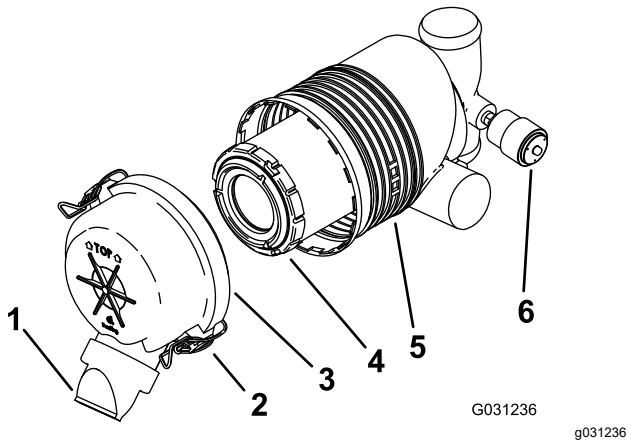

Figure 34
**Important:** Remplacez le filtre à air uniquement quand l'indicateur de colmatage est rouge (Figure 34). Changer le filtre à air prématurément ne fait qu'accroître le risque de contamination du moteur par des impuretés quand le filtre est déposé.
5. Ouvrez les dispositifs de verrouillage du filtre à air et détachez le couvercle du boîtier du filtre (Figure 34).
- Si l'indicateur de colmatage est transparent, reposez le couvercle du filtre à air, en orientant le capuchon protecteur vers le bas, et fermez les verrous (Figure 34).
1. Sortez l'élément filtrant du boîtier du filtre avec précaution (Figure 34).
3. Installez l'élément filtrant avec précaution (Figure 34).
4. Reposez le couvercle du filtre à air, le capuchon protecteur dirigé vers le bas, et fermez les verrous (Figure 34).